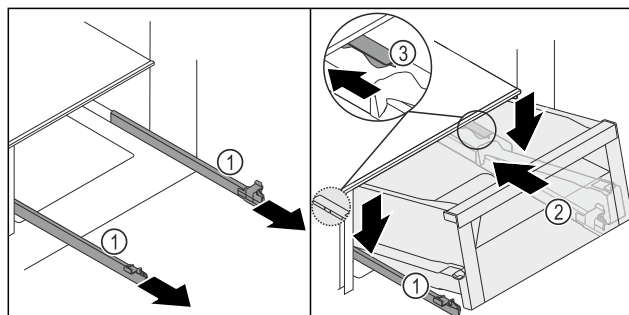
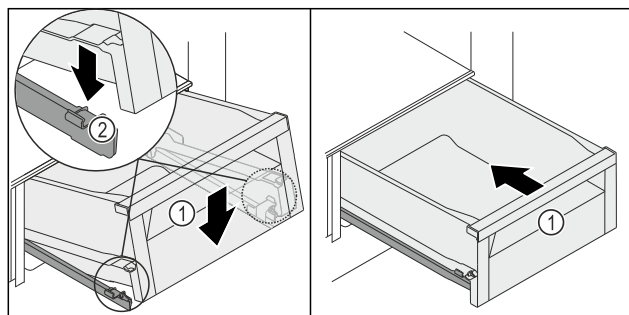

Fig. 153
Fig. 154
- ▶ A síneket Fig. 153 (1) szorosan tartsa meg, majd a fiókot Fig. 153 (2) felülről az ütköző Fig. 153 (3) mögött helyezze rá a sínekre Fig. 153 (1).
- ▶ A fiókot Fig. 153 (2) ütközési tolja hátra a síneken Fig. 153 (1).
- ▶ A fiókot Fig. 153 (2) elől engedje le úgy, hogy a fiók a kapcsban Fig. 154 (2) balra és jobbra elcsússzon.
- ▶ A fiókot Fig. 154 (1) hallhatóan bepattan.
- ▶ Tolja be a fiókot Fig. 154 (1).